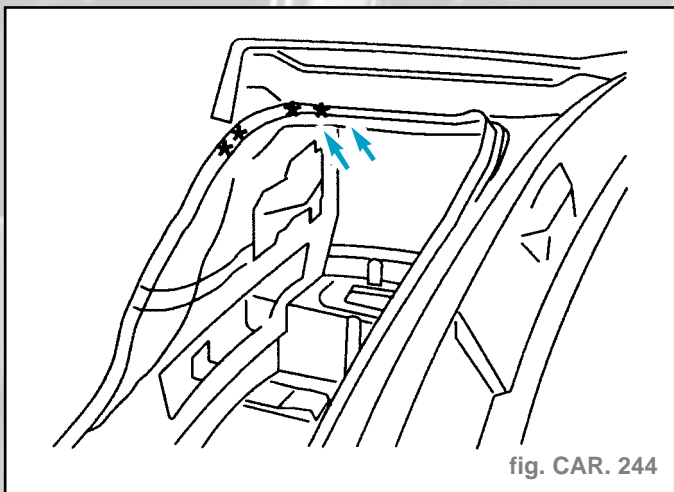

fig. CAR. 244
- Découper par fraisage des points (fig. CAR. 244).